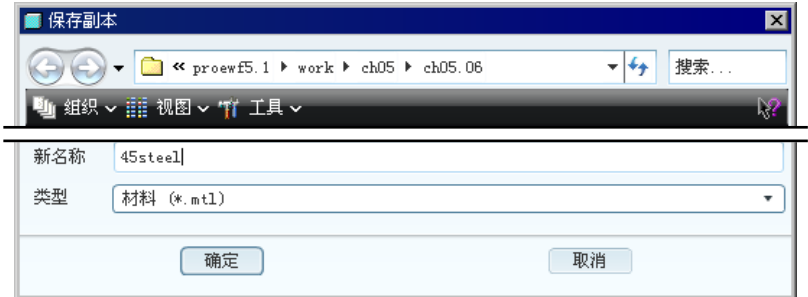

图 5.8.4 “保存副本”对话框
(2) 在“材料”对话框中单击“保存所选取材料的副本”按钮，系统弹出图 5.8.4 所示的“保存副本”对话框。
(3) 在“保存副本”对话框的